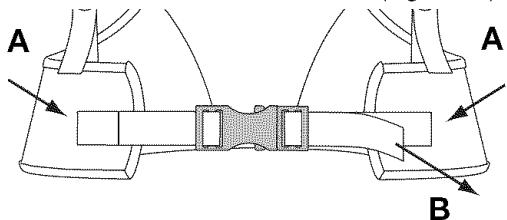
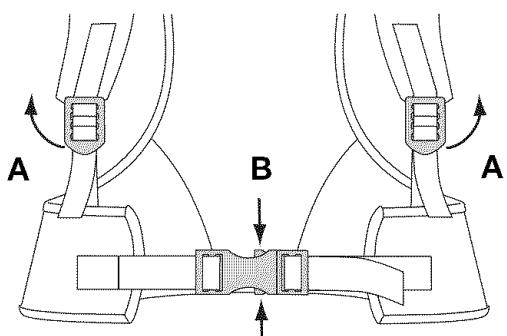

Fig. 15
Fig. 16
NOTA: Asegúrese de que los soportes de la cintura soporten el peso de la unidad sobre las caderas (Fig. 15, A).
3. Si el peso no cae sobre las caderas, afloje los soportes de los hombros (Fig. 16, A) y tire de la manija de los soportes de la cintura (Fig. 15, B) para apretarlos. Ajústelos hasta que el peso de la unidad descance sobre las caderas.
1. Para desconectar los soportes de los hombros, tire hacia arriba de la lengüeta inferior de las hebillas de los soportes de los hombros (Fig. 16, A).
2. Apriete la parte superior e inferior de las presillas de los soportes de la cintura para zafar los soportes de la cintura (Fig. 16, B).